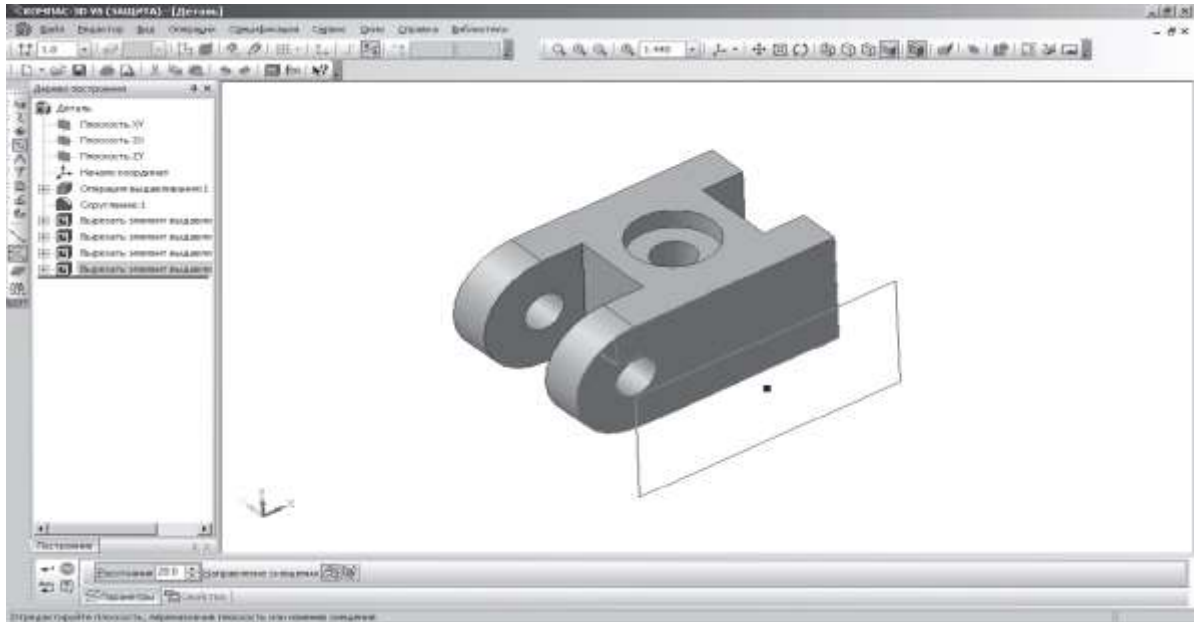

Рис. 14.20
- Фантом вспомогательной плоскости будет отображен в окне модели (рис. 14.20).